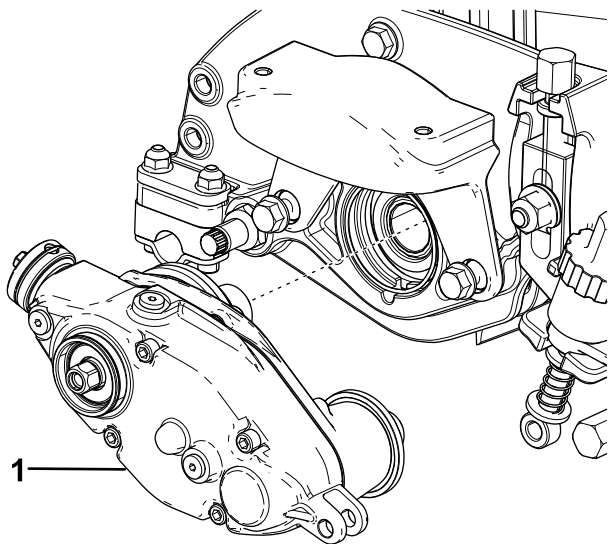

Figura 3
5. Retire la caja de transmisión del groomer del lateral del molinete (Figura 3).